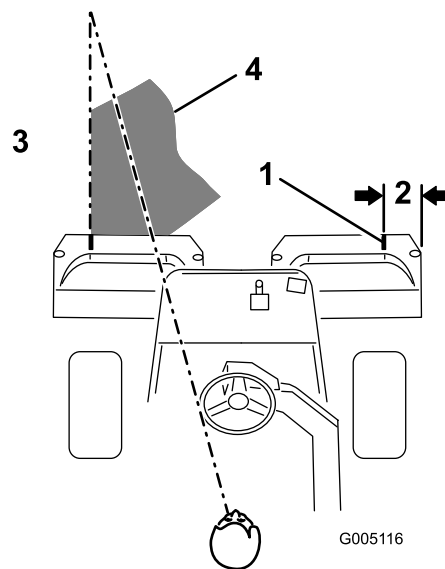

図 23
**注** グリーン内をぶれずにきれいに直進し、刈り込みの済んだ列との距離を一定に保って走るためには、車体前方 1.8 から 3 m のところに視線を置いて、刈り込み済みの済んでいる列にラインを合わせるようにするのがコツです  図 23。ハンドルを目印にして距離を合わせても良いでしょう。その場合、ハンドルの縁と本機前方の目標ラインとを重ねて見ながら運転します。